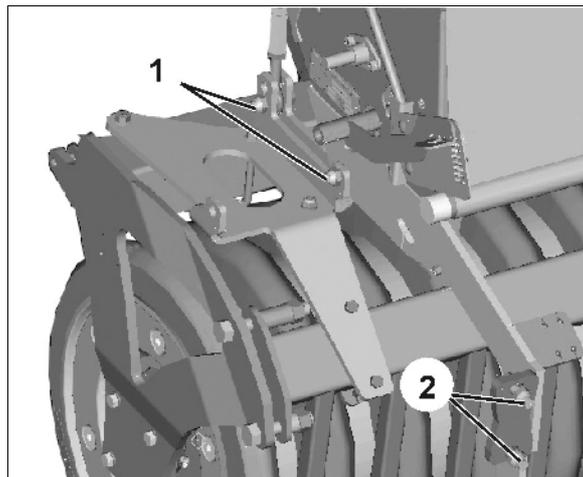

Fig. 26
- 5.1 À gauche : montez les 2 assemblages vissés (Fig. 26/1) .
(Fig. 26/2): point de fixation du recouvreur.